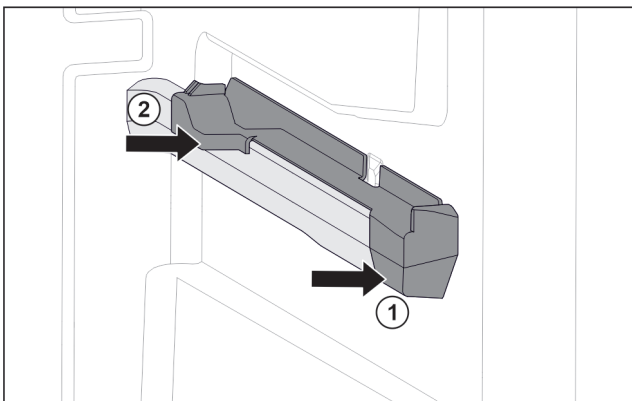

Fig. 125 Élément emboîtable sur la nervure de récipient droite
- ▶ Poser le devant de l'élément emboîtable contre la nervure de récipient. Fig. 125 (1)
- ▶ Enfoncez l'arrière de l'élément emboîtable. Fig. 125 (2)